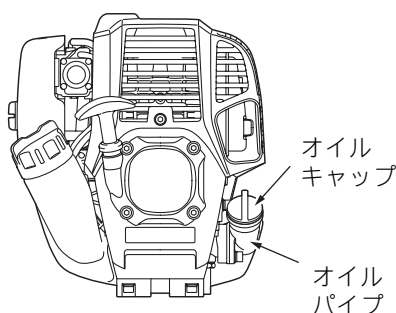
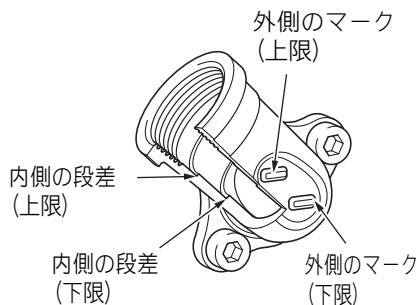

図 1
図 2 オイルパイプ
- エンジンを水平にし、オイルキャップ（図 1）をはずしオイルパイプの上限・下限位置の範囲内（図 2）までオイルがあるか点検してください。